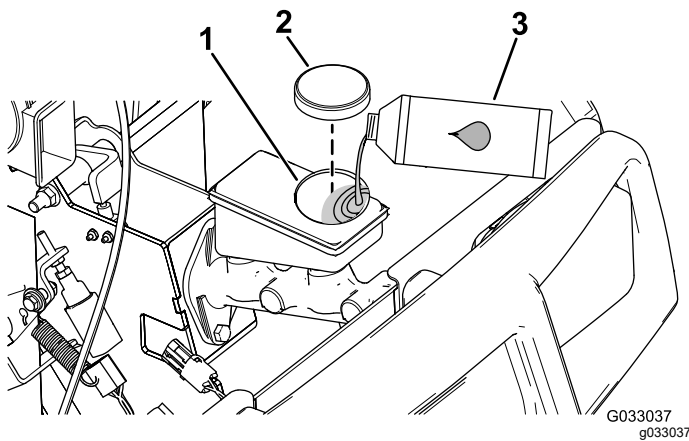

Bild 64
4. Öffnen Sie die Motorhaube, um an den Hauptbremszylinder und den Behälter zu gelangen (**Bild 64**).
- A. Reinigen Sie den Bereich um den Behälterdeckel und nehmen den Deckel ab (**Bild 64**).
- C. Schrauben Sie den Behälterdeckel wieder auf (**Bild 64**).